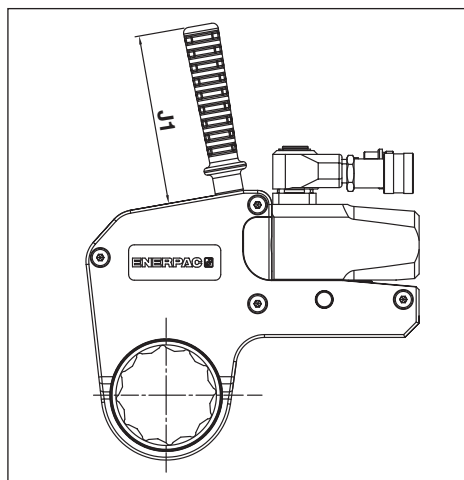

Fig. 25
6.1.3 Dimensions, SWH-Series Straight Positioning Handle (Fig. 25)